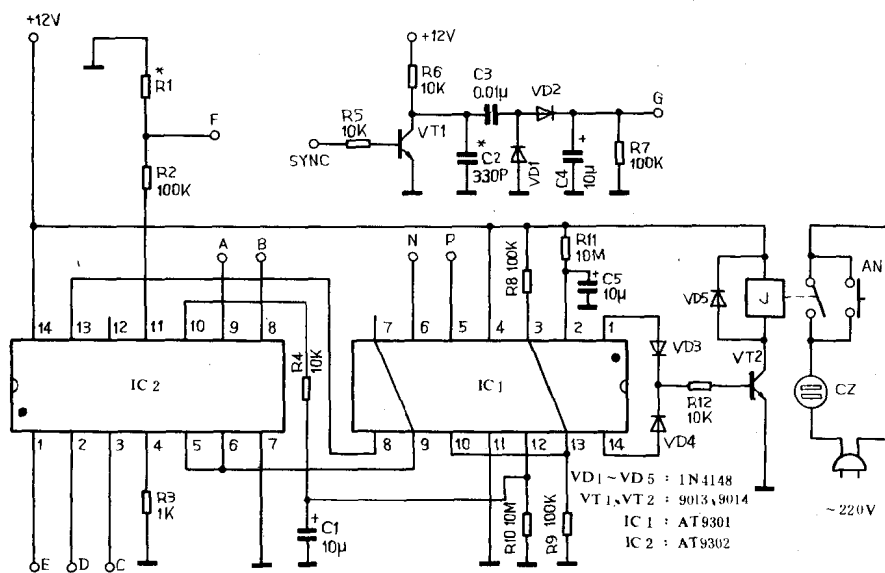

图 1—3 B 型自动控制器电路
总结以上情况,图 1—3 中 IC1 的第⑤、⑥脚的连接为:对于 AGC 检测方式,正向 AGC 时,⑤脚即 P 点接电阻 R1、R2 的接点即 F 点,⑥脚即 N 点接电视机的 IF AGC 电压输出;反向 AGC